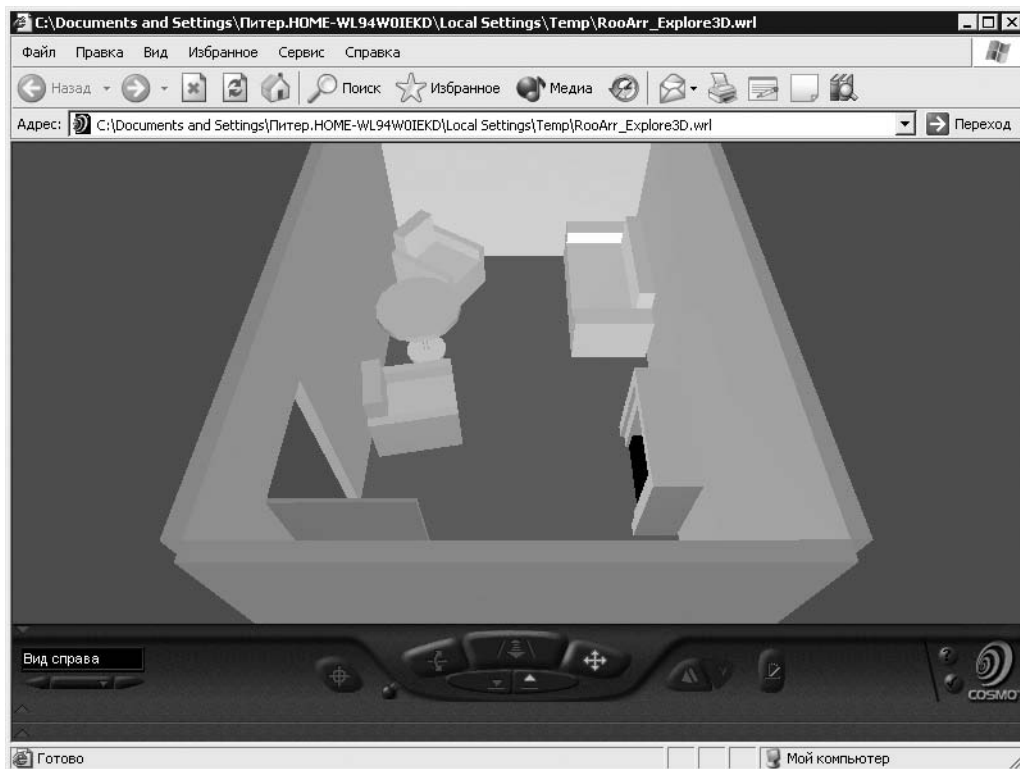

Рис. 9.28
13. Выполнить команду Вид ► Показать в 3D (если установлен CosmoPlayer, то откроется окно плеера с загруженным в него проектом (рис. 9.28)).